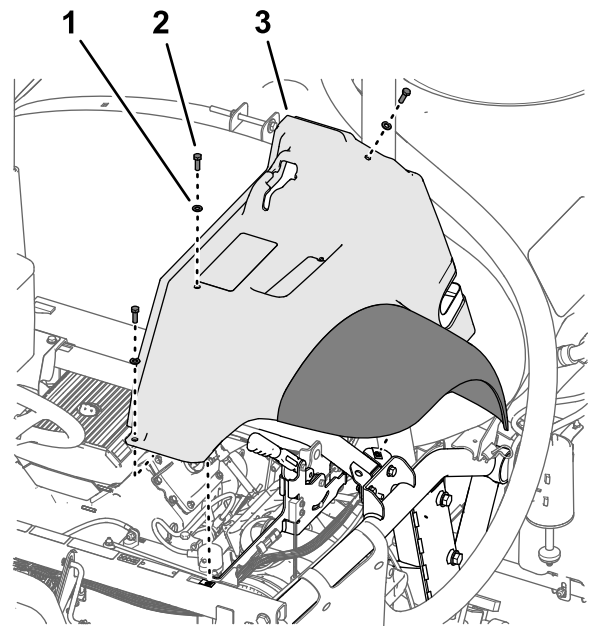

Figura 219
- Allineate i fori nel parafrangente con i fori nel telaio della macchina, come illustrato nella Figura 219.
4. Montate, senza serrarlo, il parafango al telaio (Figura 219) con i 3 bulloni (5/16" x 1") e le 3 rondelle (5/16") che avete rimosso al passaggio 2 di Rimozione dei parafanghi anteriori sinistro e destro (pagina 12).